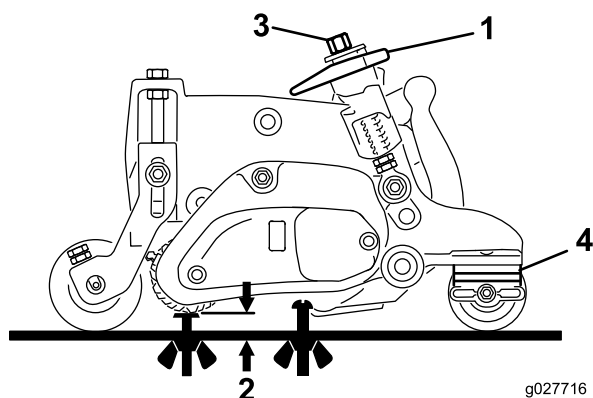

Figura 30
1. Asegúrese de que el acondicionador está ajustado a la altura (HOG) deseada (Figura 30).